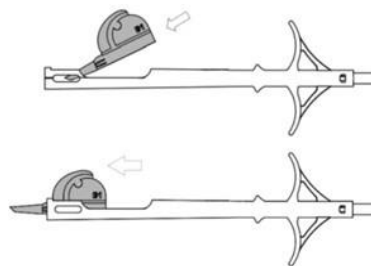

Fig. 2
10. Setzen Sie die geschlossene Kartusche in den Ladebereich des Injektorkörpers ein (siehe Abbildung 2).